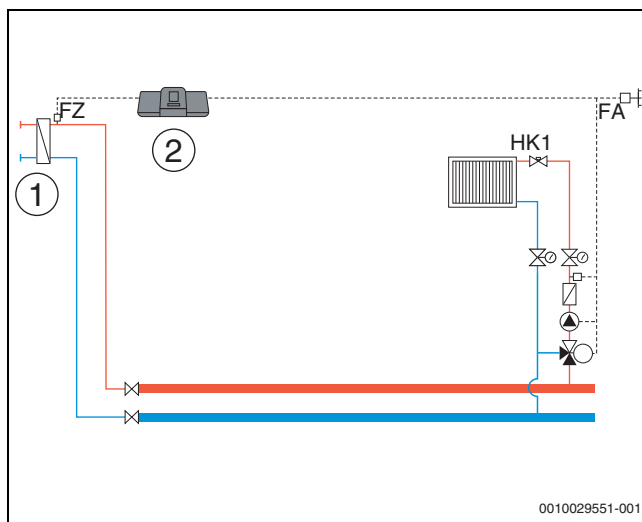

Рис. 30 Вариант 1: сторонний источник тепла с питающим насосом, ограничением нагрузки и компенсацией потери тепла посредством FZ
**Значение датчика наружной температуры** системы управления более низкого уровня (рис. 30 ... рис. 35) может приниматься на выбор ведущей системой управления, или для системы управления более низкого уровня может устанавливаться собственный датчик наружной температуры.